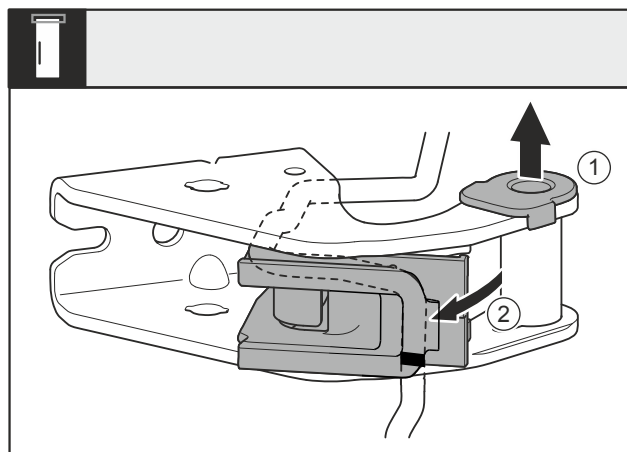

Fig. 30
- Estrarre la bronzina Fig. 30 (1) dalla guida.
- Ruotare verso l'esterno il supporto del cavo Fig. 30 (2).